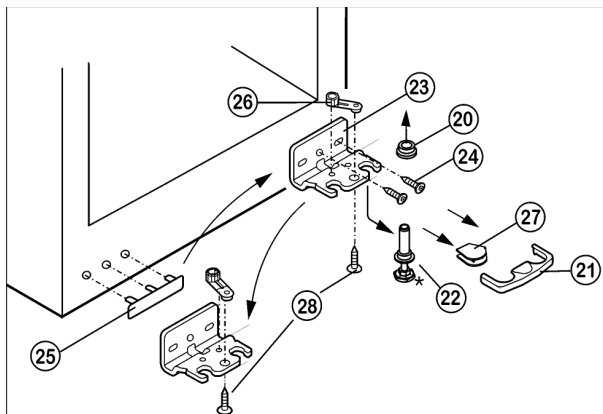

Fig. 5
- ▶ Предохранитель Fig. 5 (21) снимите движением вперед.
- ▶ Снимите крышку Fig. 5 (27).\*
- ▶ Вытяните опорный палец Fig. 5 (22) вниз и вперед. При этом следите за гнездом шарнира Fig. 5 (20).
- ▶ Открутите опорный кронштейн Fig. 5 (23)(2 шт. Torx 25) Fig. 5 (24).
- ▶ Открутите опорную деталь Fig. 5 (26)(1 Torx 25) Fig. 5 (28) и, переставив в отверстие на противоположной стороне опорного кронштейна, снова прикрутите.
- ▶ Осторожно приподнимите и переставьте крышку Fig. 5 (25) со стороны ручки.
- ▶ Снова прикрутите опорный кронштейн Fig. 5 (23) на новой стороне шарнира, при необходимости с помощью аккумуляторного шуруповерта через внешний продольный паз и круглое отверстие.
- ▶ Установите крышку Fig. 5 (27) на противоположной стороне.\*
- ▶ Предохранитель (21) нужно зафиксировать сбоку на кронштейне, чтобы опорный палец и двери были защищены от выпадения.
- ▶ Снова защелкните предохранитель (21) на опорном кронштейне.
- ▶ Наденьте гнездо шарнира Fig. 5 (20).
- ▶ Установите дверцу сверху на нижний опорный палец Fig. 5 (22).
- ▶ Переставьте средний винт на нижнем опорном кронштейне Fig. 5 (23) в свободный продольный паз.
- ▶ При необходимости выровняйте дверцу через два продольных паза в нижнем опорном кронштейне Fig. 5 (23) параллельно корпусу устройства.